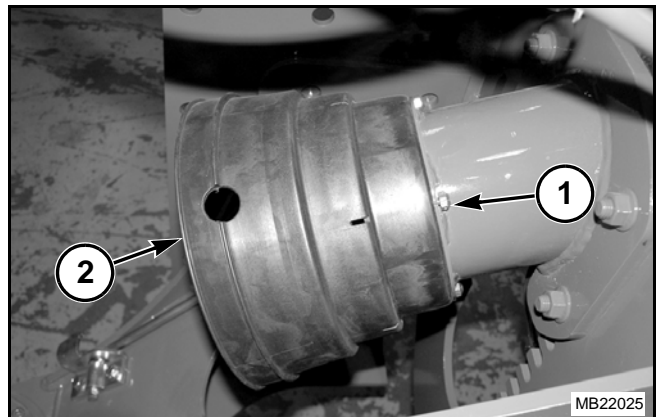

FIG. 6
FIG. 6: Quite las tuercas (1) que fijan el anillo de retención y el blindaje exterior (2) a la caja del cojinete. Quite el anillo de retención y el blindaje exterior.